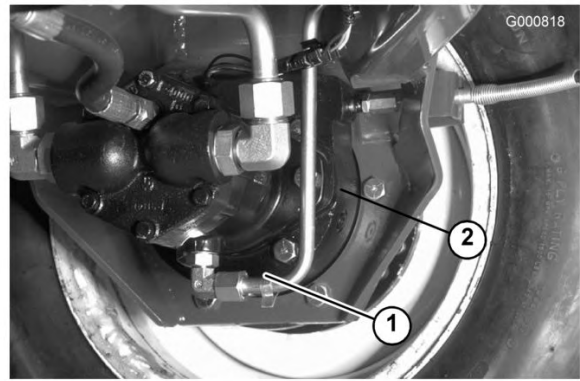

Figura 67
2. Togliete il tappo dal ruotismo planetario (Figura 66) e controllate il tappo sul lato posteriore del freno (Figura 67).